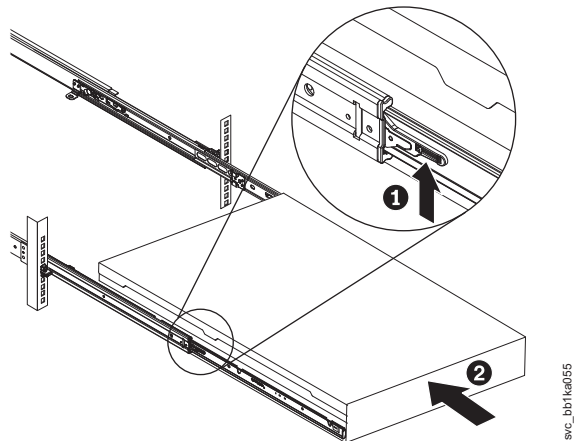

図 246. ラックのスライド・レールの SAN ボリューム・コントローラー 2145-CF8 または 2145-CG8 ロック・レバーを上げる
11. スライド・レール上のロック・レバー (280 ページの図 246 の **1**) を上げて、サーバー **2** を、所定の位置にカチッと音を立てて収まるまで、ラック内に完全に押し込みます。